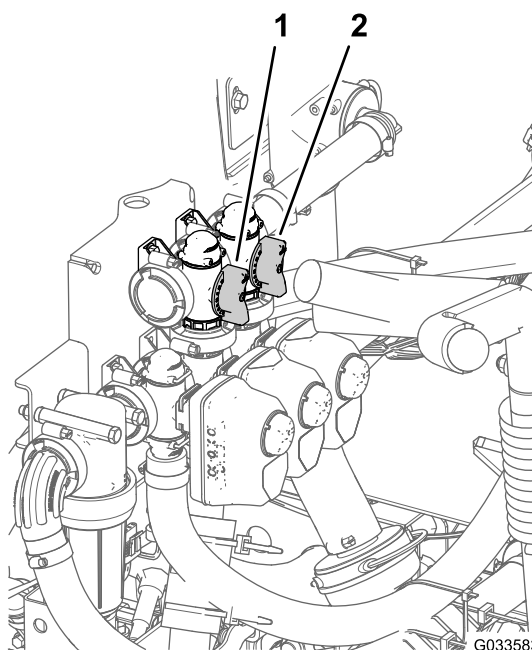

図 86
11. 攪拌バルブの背面についている攪拌バイパスバルブ 図 86 を使って、水圧計の読みが 6.9 bar になるように調整する。
8. マスターブームバイパスハンドルを使ってタンク内の攪拌動作を調整する 図 86。